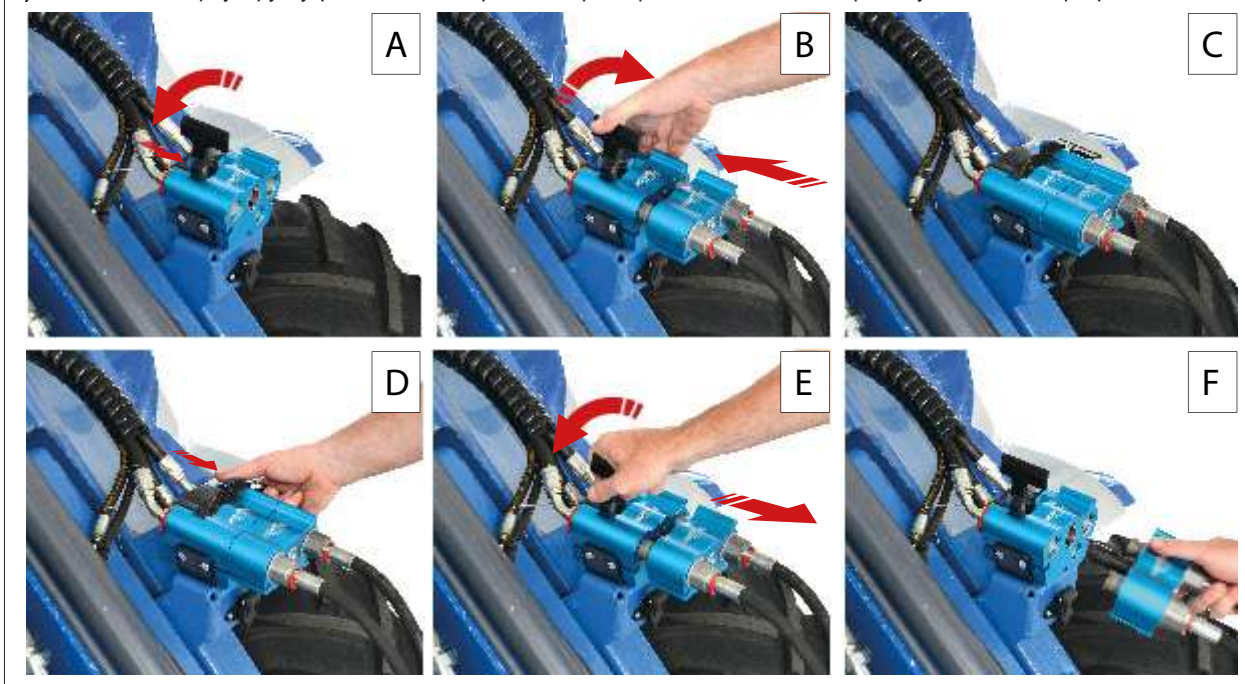

РИС. 30
Перед выполнением гидравлического соединения между машиной и навесным оборудованием (РИС. 30) необходимо сбросить остаточное давление в гидравлическом контуре машины. Для этого выполните следующие действия:
- 2) Нажмите кнопку блокировки (РИС. 29 - Сс. 2) на ручке замка и поднимите ручку замка (РИС. 29 - Сс. 3) в открытое положение (РИС. 30 - Сс. А).
- 4) Потяните стопорную ручку (РИС. 30 - Сс. В) вниз, зафиксировав панель адаптера в мультиконнекторе (РИС. 30 - Сс. С).
- 1) Нажмите кнопку блокировки (РИС. 30 – Сс. D) на ручке замка и поднимите ручку замка в открытое положение (РИС. 30 – Сс. E).